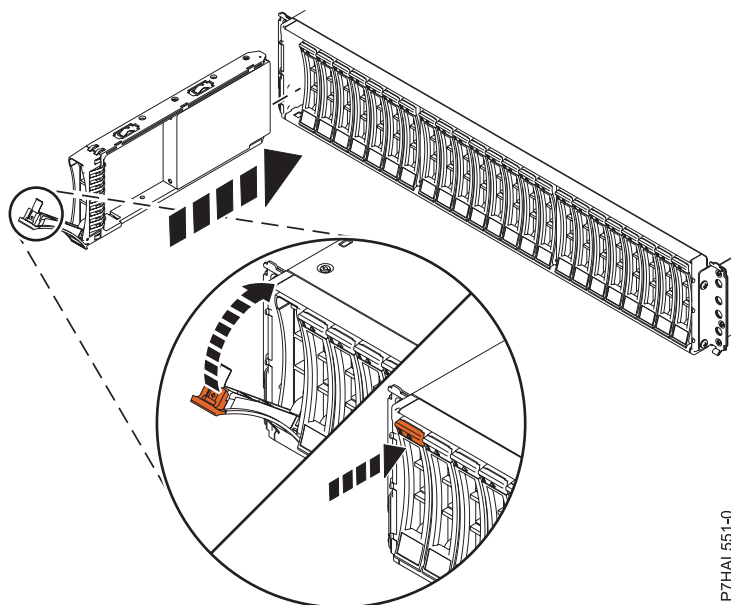

Figura 3. Instal·lació de la unitat de disc a Allotjament de la unitat de disc 5887
1. Amb la nansa en posició desbloquejada, tal com es mostra a Figura 3 a la pàgina 11, agunteu la part inferior de la unitat mentre l'alineeu amb les guies a la unitat d'expansió.